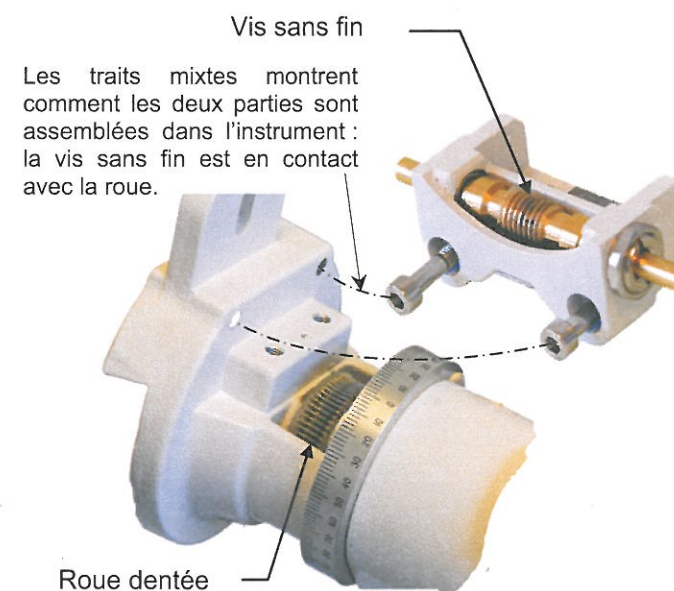

Fig. 8
- La roue dentée liée à la vis sans fin d'ascension droite (voir feuille 2/5 fig. 8 et 9) comporte 130 dents et celle liée à la vis sans fin de déclinaison comporte 65 dents ; les vis sans fin, liées aux flexibles de commande d'ascension droite et de déclinaison, sont à 1 filet. Pour un écart d'ascension droite correspondant à 12° et un écart de déclinaison de 18°, (attention, ces valeurs ne correspondent pas aux résultats des questions précédentes !!), calculer le nombre de tours (arrondis au dixième de tour) à effectuer sur le flexible d'ascension droite et sur le flexible de déclinaison pour changer de position.